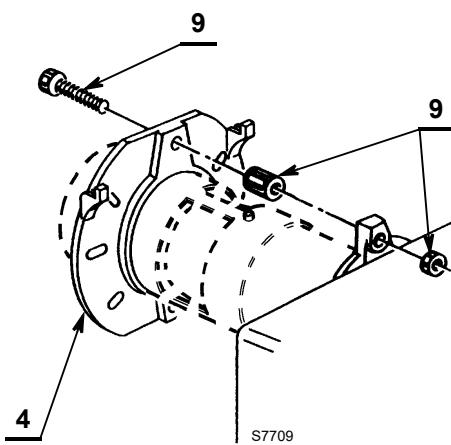

Fig. 9
- Insérer sur la bride 4) (Fig. 9) la vis et les deux écrous 9).